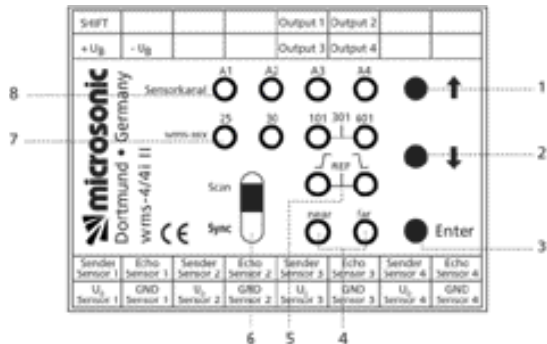

Abb. 2: Bedienungs- und Anzeigeelemente
- Das Nachschaltgerät steuert die Sensoren der wms-Gerätefamilie wahlweise zeitgleich (Synchronbetrieb) oder nacheinander (Scanbetrieb oder Multiplexbetrieb) an. Die Auswahl der Betriebsart (wählbar mit einem Schiebeschalter an der Gerätefront, vgl. Abb. 2) richtet sich nach den Einsatzerfordernissen.
- ☞ Schließen Sie die Sensoren an die Schraubklemmen für die Eingänge 1 bis 4 an (vgl. Abb. 2). Das wms-4/4i II kann mit 1, 2, 3 oder 4 Sensoren betrieben werden.